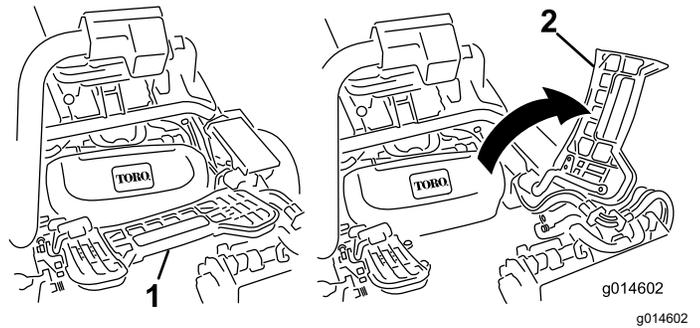

Figure 55
- Relevez le repose-pieds pour accéder à la position de l'unité de coupe centrale (Figure 55).